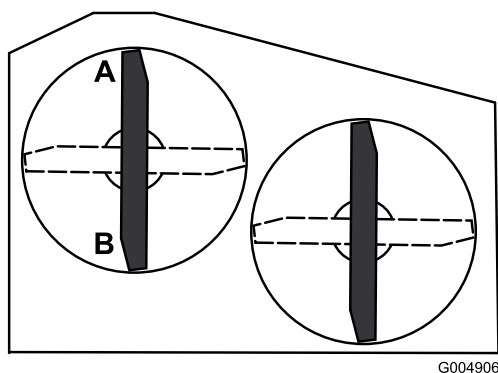

Figura 60
2. Disponete una lama in posizione longitudinale rispetto alla macchina. Misurate ai punti **A** e **B** da una superficie piana fino al tagliente della punta della lama (Figura 60).
4. Disponete le lame in posizione longitudinale rispetto alla macchina. Misurate ai punti **C** e **D** (Figura 60) da una superficie piana fino al tagliente delle lame.